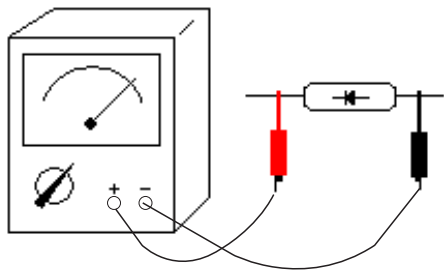

图1-2 用万用表测量二极管的两根引线
④ 用万用表 $R \times 100$ 或 $R \times 1k$ 挡，任意测量二极管的两根引线，如果量出的电阻只有几百欧姆（正向电阻），则黑表笔（即万用表内电源正极）所接引线为正极，红表笔（即万用表内电源负极）所接引线为负极，如图 1-2 所示。